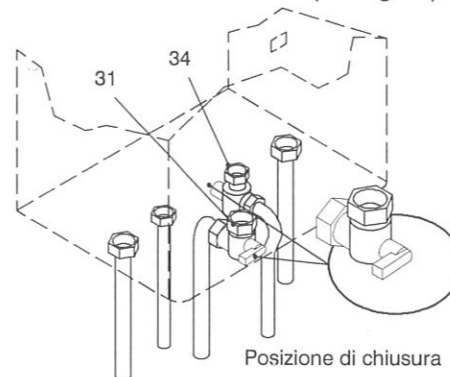

fig. 7.1
- 1 Chiudere il rubinetto entrata (34 in fig. 7.1)